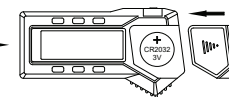

fig. 5
- Coloque a bateria CR2032 no compartimento da bateria, o lado positivo da bateria (+) deve estar voltado para fora (fig. 5)